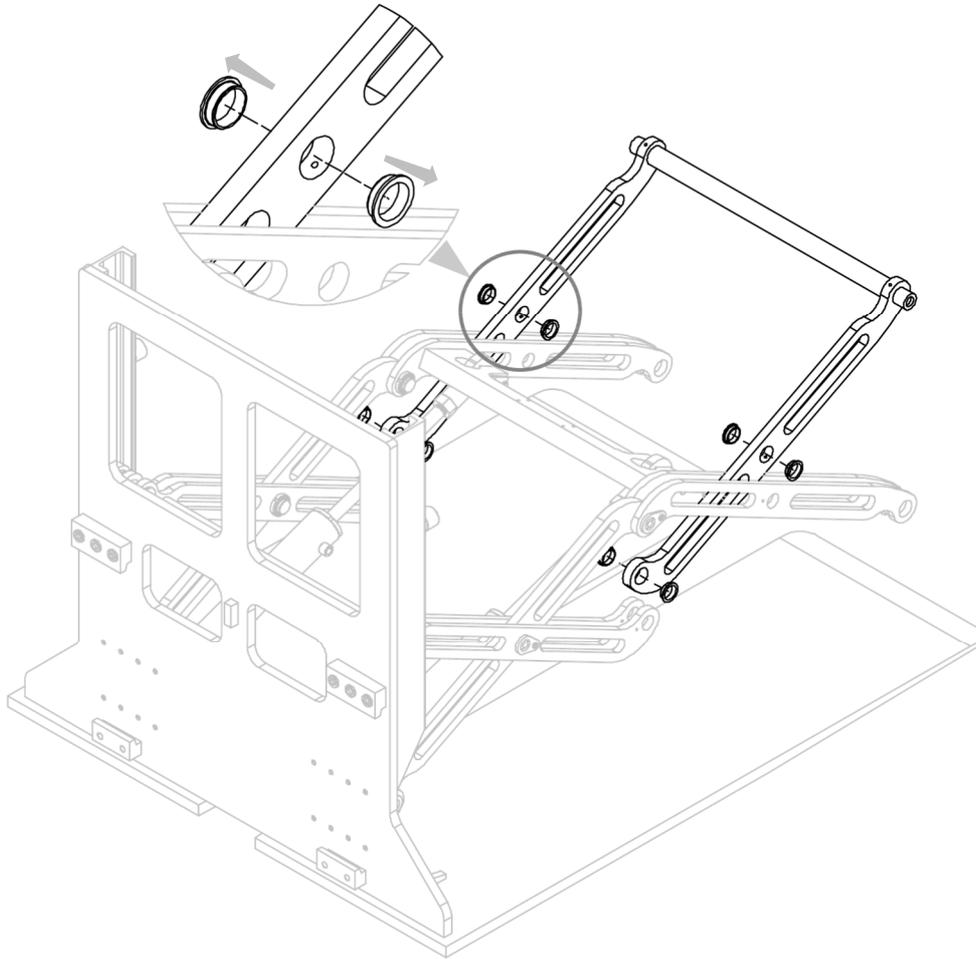

Figure 21
4. Retirer la paire de bras de l'équipement, avec les bagues d'oscillation correspondantes (voir Figure 21).